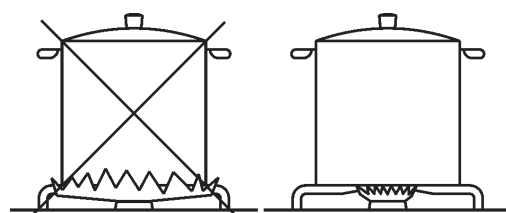

РИС. 2
- Для каждой конфорки используйте подходящие кастрюли (см. нижеследующую таблицу и рис.2).